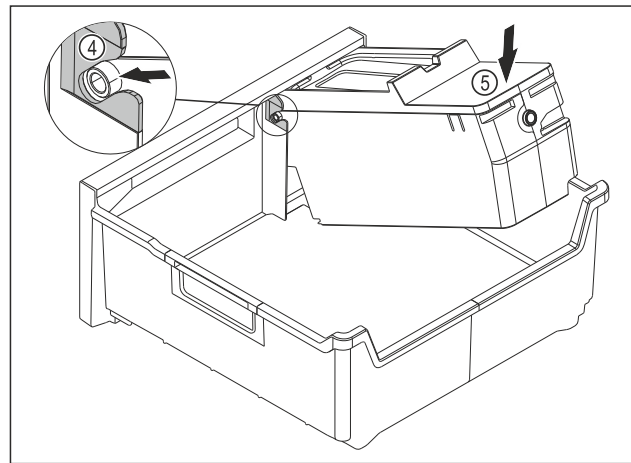

Fig. 167
- ▶ EasyTwist-Ice-Korpus montieren: Achsen des EasyTwist-Ice-Korpus in die Führungen Fig. 167 (4) einschieben.
- ▶ EasyTwist-Ice-Korpus Fig. 167 (5) hinten nach unten drücken.